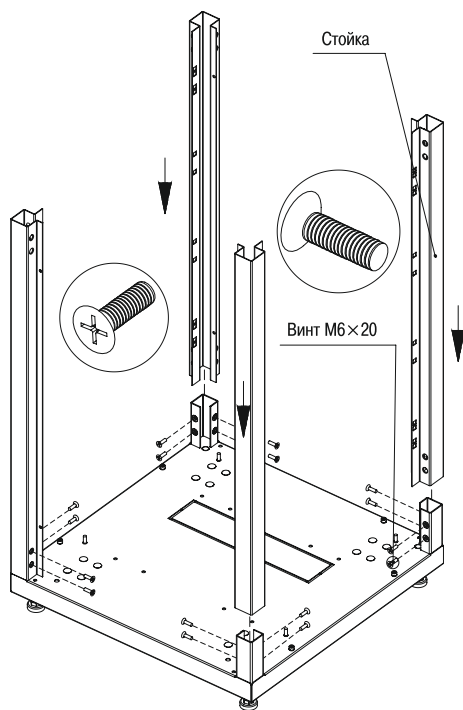

Рисунок 3
3.1.3 Извлеките из четвертого места стойки. Вставьте стойки в основание с опорами и закрепите винтами М6×20 с потайной головкой (рисунок 3).